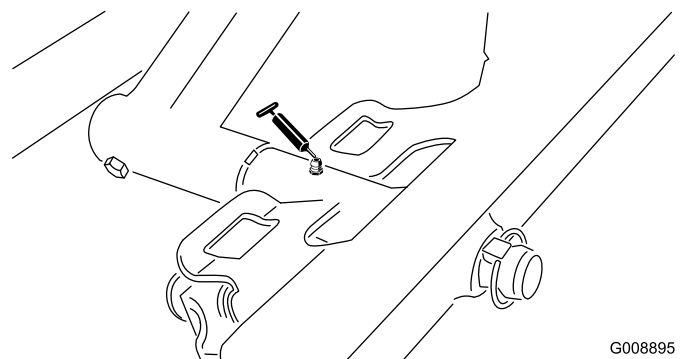

Figure 48
- Pivot de plateau de coupe avant (Figure 48)